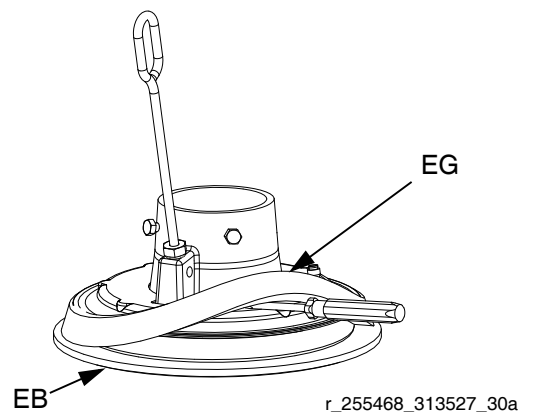

FIG. 11
1. *Trabajando desde el abajo*, use un destornillador para hacer palanca en el espaciador (EG) para aflojarlo. Haga subir el espaciador completamente por encima de la brida del plato. Vea la FIG. 11.